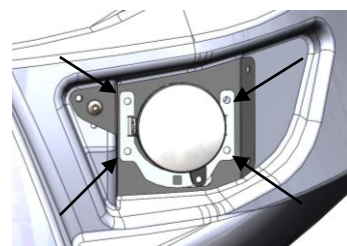

Рис.17
13.3.* Подключить и закрепить фары на бампере болтами М6х15 с шайбами-гроверами. (рис.17) и установить накладки фар.